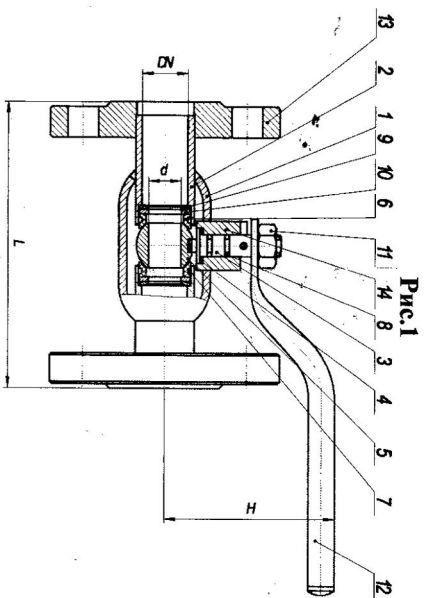

Рис.1
3.2. Основные габаритные размеры приведены в табл.2 и на рис.1